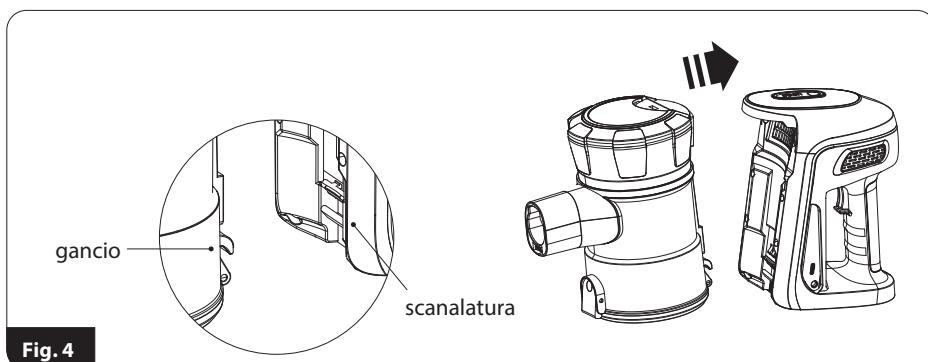

Fig.4
1. Inserire il filtro a rete (12) nel serbatoio per la polvere - assicurarsi che le tre linguette sull'anello esterno del filtro siano in posizione nel serbatoio per la polvere.
2. Posizionare il filtro motore (11) sul filtro a rete (12).
4. Inserire e bloccare il serbatoio per la polvere nell'unità motore, prestare attenzione al fatto che il serbatoio nella parte inferiore ha un gancio che deve agganciarsi all'elemento corrispondente nell'unità motore; quindi premere il serbatoio contro l'unità motore (fig.4).